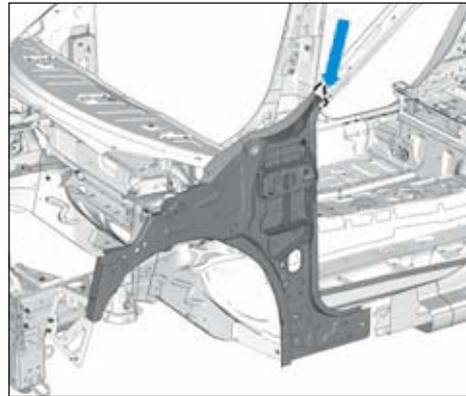

FIG.25
- Respecter la ligne de coupe (Fig.25).